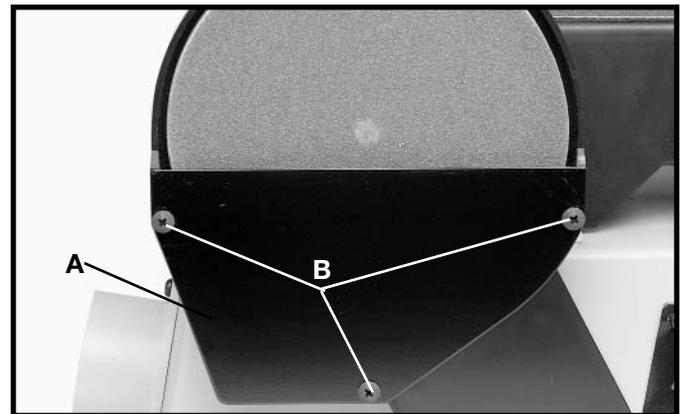

Fig. 10
Installez le carter inférieur (A) fig. 10, sur le carter des poulies et de la courroie à l'aide des trois vis à tête M4 x 0,7 x 12 mm (B).